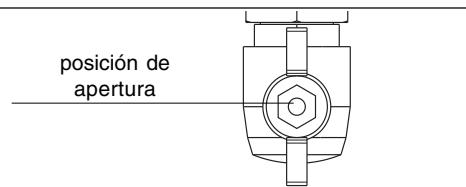

Fig. 15
- abrir la llave girando en el sentido inverso a las agujas del reloj para permitir el flujo del gas, según se indica en la fig. 15